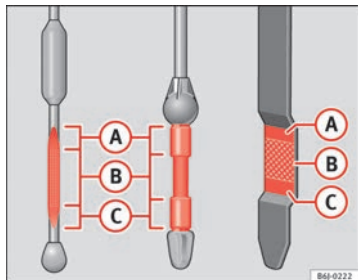

Fig. 144 Varilla de medición del nivel de aceite
- A continuación, vuelva a extraerla y compruebe el nivel de aceite ⇒ fig. 144. En caso necesario, reponga aceite del motor.